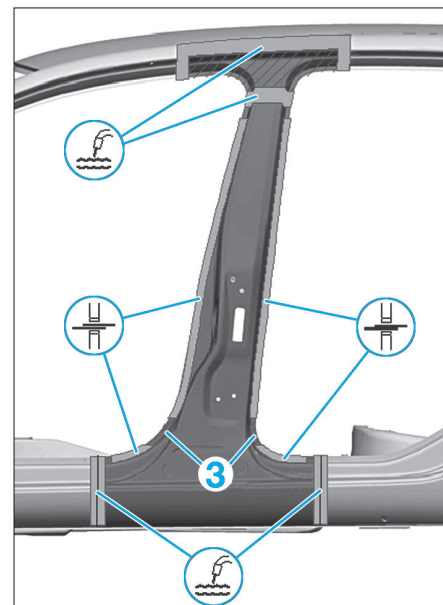

FIG. 62
- Souder le montant B à la pointeuse électrique par cordon point sur point de brasure MIG-L. (Fig.62).